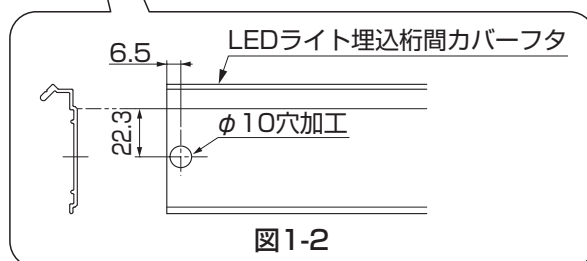

図1-2
- ②LEDライト埋込桁間カバーフタにφ10の穴加工をしてください。(図1-2参照)